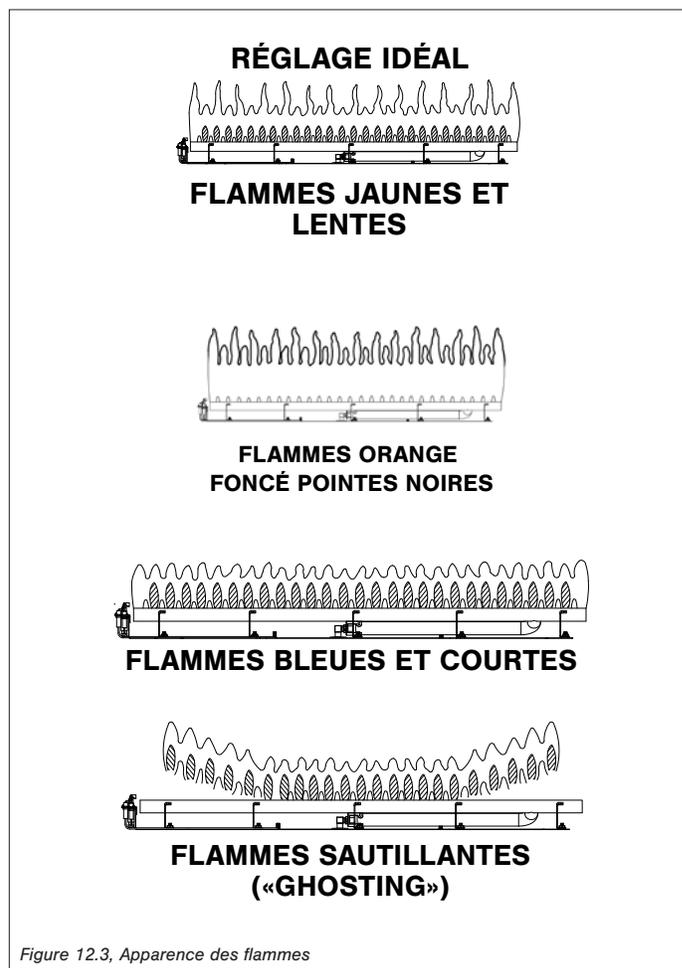

Figure 12.3, Apparence des flammes
- Vérifier visuellement les flammes de la veilleuse et du brûleur allumés. Les flammes doivent être stables (ne jamais sautiller, sauter ou quitter le brûleur). Voir la Figure 12.3, Apparence des flammes à la page 43.